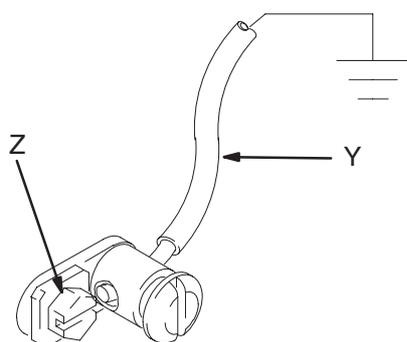

Abb. 1
1. *King-Pumpen:* Erdungskabel und Klammer verwenden. Siehe Abb. 1. Erdungsschraube (Z) entfernen und das Kabel durch die Öse des Kabelschuhs am Ende des Erdungskabels (Y) einschieben. Erdungsschraube wieder an der Pumpe befestigen und gut festziehen. Das andere Ende des Kabels mit einem guten Erdungspunkt verbinden. Zu bestellen: Erdungskabel und Klammer, Teile-Nr. 222011.